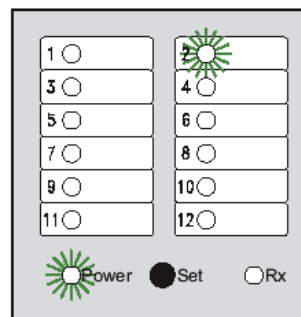

Abb. 11
- "Kanal-LED 2" und "Power-LED" blinken (Frequenz ca. 1 Hz, Abb. 11).